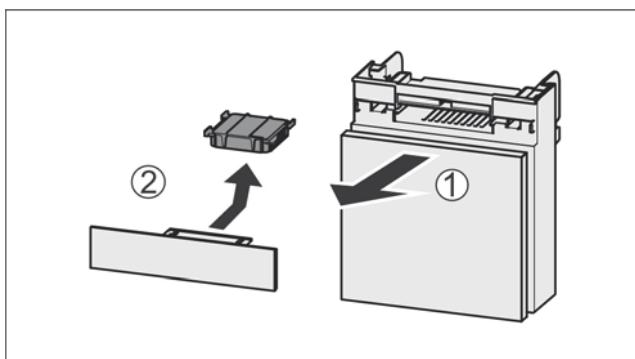

Fig. 48
- Вытянуть Fig. 48 (1) отделение движением вперед.
- Извлечение Fig. 48 (2) фильтра с активированным углем.